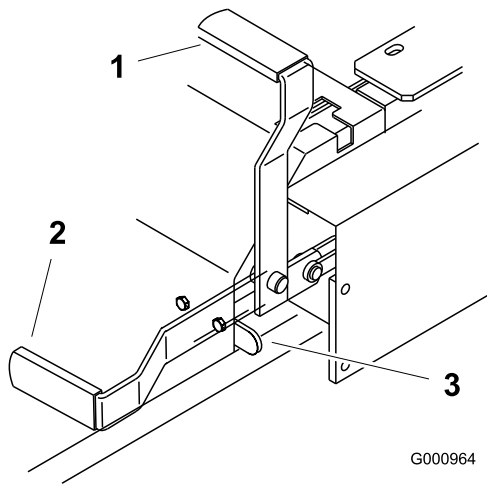

Figure 12
2. Tirez le frein de stationnement vers le haut et l'arrière pour le serrer (Figure 12). Une fois SERRÉ, le frein de stationnement ne doit plus bouger.
Poussez le levier du frein de stationnement vers l'avant et vers le bas pour le desserrer (Figure 12). Le frein de stationnement est desserré et le levier est en appui contre la butée du frein.